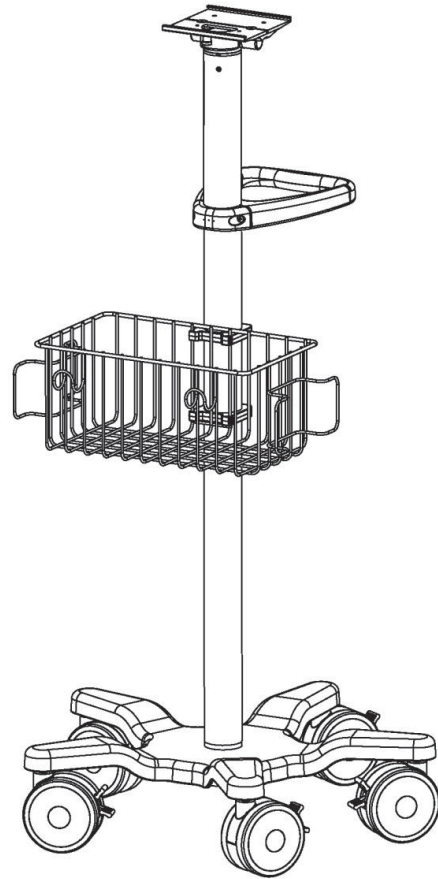

Figure 8 ■ Figure 8 ■ Abbildung 8 ■ Figura 8 ■ Figura 8
■ Afbeelding 8 ■ Figur 8 ■ Figur 8 ■ Εικόνα 8 ■ Figura 8
■ Obrázek 8 ■ 8 ábra ■ Rysunek 8 ■ Obrázok 8 ■ Figur 8 ■ Kuva 8
■ Рисунок 8 ■ Slika 8 ■ 图 8 ■ 그림 8 ■ 図8